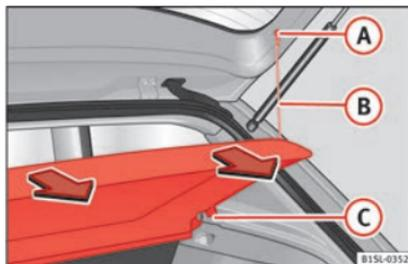

Fig. 137 Na bagageira: desmontar e montar a chapeleira do porta-bagagens.
- Desengatar os tirantes » **Fig. 137 (B)** dos alojamentos **(A)**.